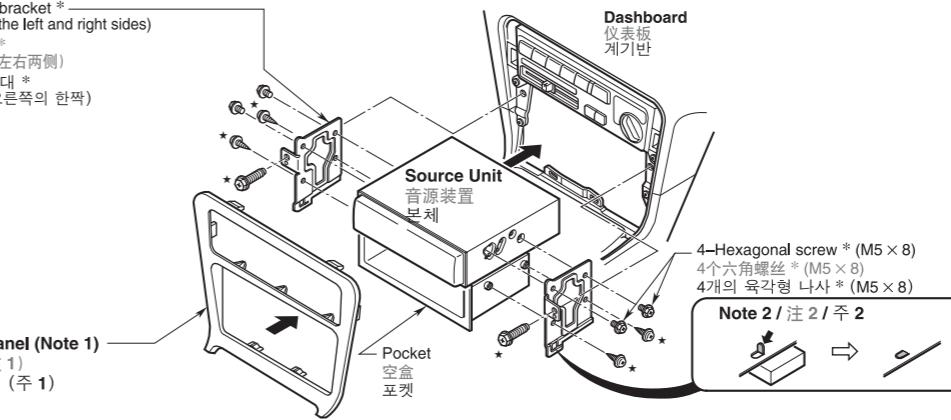

Figure 6 / 図 6 / 그림 6
- Remove the springs at both sides of the source unit (Figure 6).